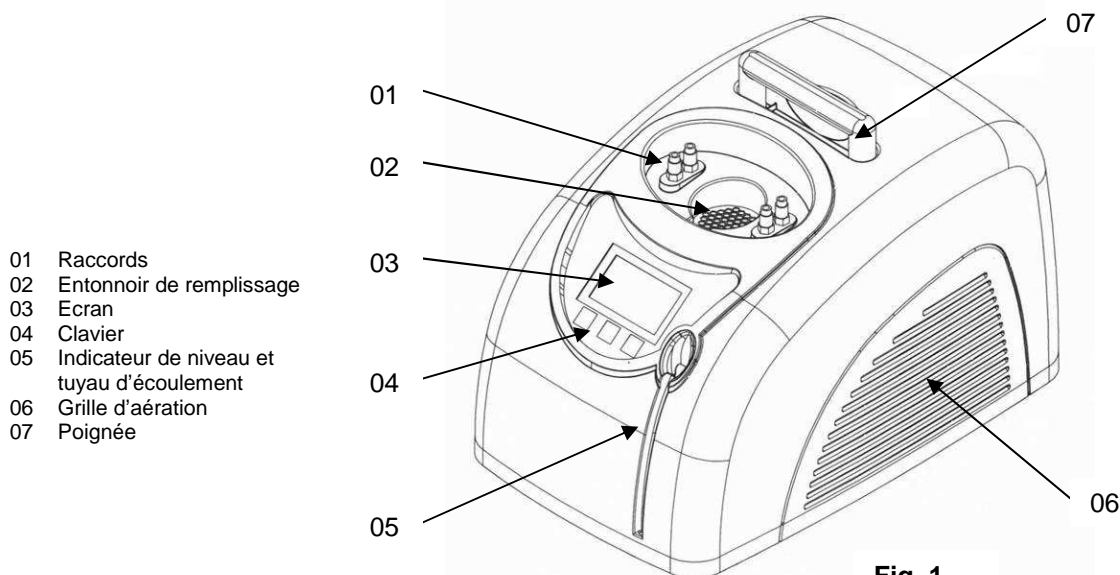

Fig. 1
- Insérer le tuyau avec le connecteur dans le raccord (fig. 1). Il est permis de se tromper entre flux et reflux. Cela n'influence aucunement le fonctionnement.